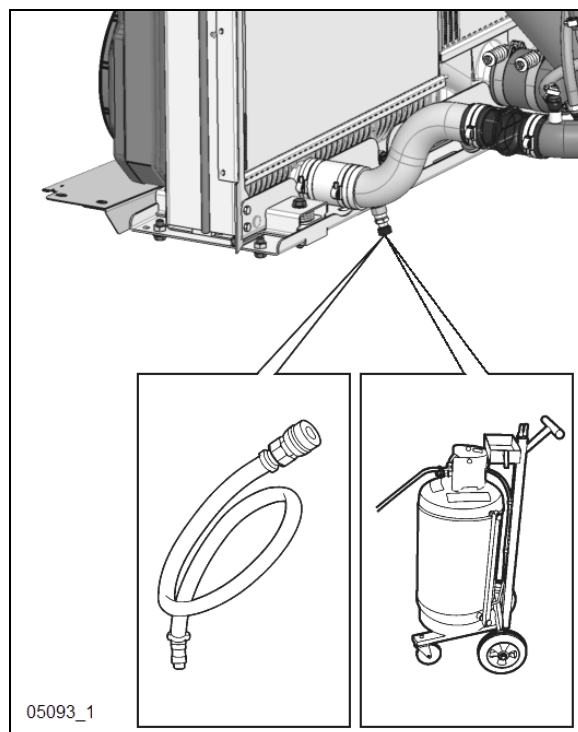

FIGURE 18 : EXTRACTION DE LIQUIDE DE REFOUDDISSEMENT
5. Brancher l'extracteur de liquide de refroidissement (Figure 18) vidanger le liquide de refroidissement du moteur. Une autre méthode consiste à vidanger le liquide de refroidissement dans un récipient approprié à l'aide du tuyau de vidange.